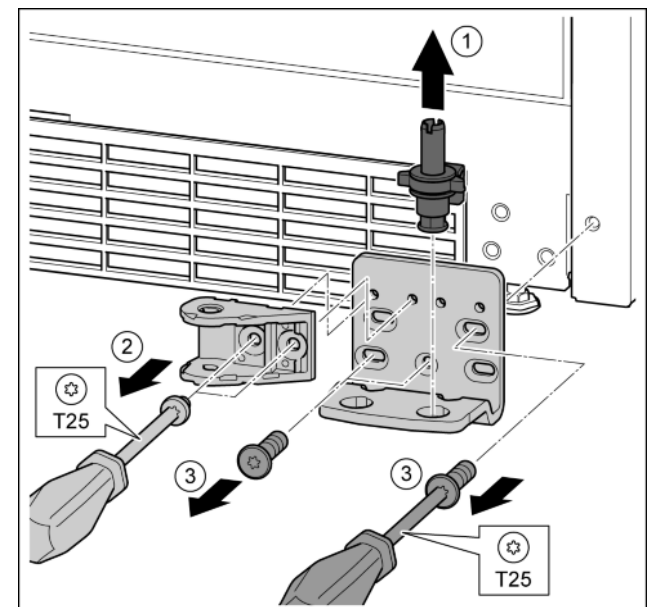

Fig. 33
- ▶ Sortir complètement l'axe de palier par le haut. Fig. 33 (1)
- ▶ Desserrer les vis avec le tournevis T25 et enlever le joint amortisseur de fermeture. Fig. 33 (2)
- ▶ Desserrer les vis avec le tournevis T25 et enlever le support de palier. Fig. 33 (3)